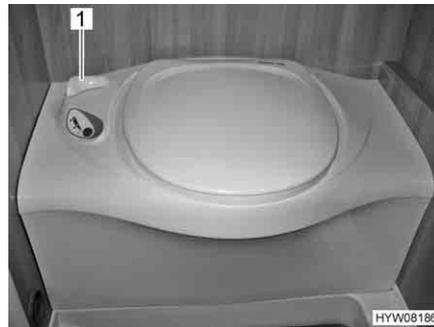

Fig. 247 Inodoro Thetford
- Antes del lavado, abrir la corredera del inodoro Thetford. Para ello, girar la palanca de corredera (Fig. 247,1) en sentido contrario a las agujas del reloj.
- Tras el lavado, cerrar la corredera. Para ello, girar la palanca de corredera (Fig. 247,1) en sentido de las agujas del reloj.